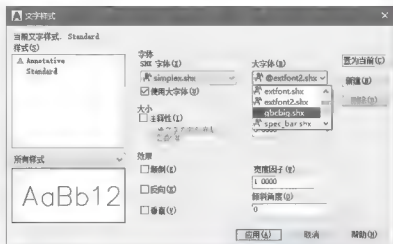

图 3.5 选择“gbcbig.shx”大字体
② 勾选【使用大字体】复选框,然后打开【大字体】下拉列表,选择“gbcbig.shx”字体,如图 3.5 所示。